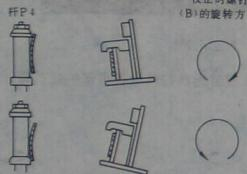
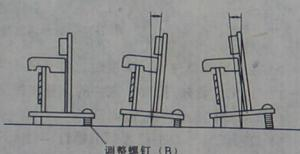
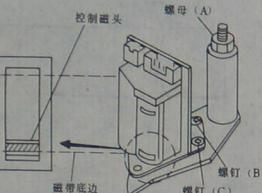

图 1-42 A/C 磁头倾斜度调整 (1)
图 1-43 A/C 磁头倾斜度调整 (2)
图 1-41 A/C 磁头高度检测和调整
1) 检测步骤 在磁带运行时，注意观察磁带底边是否准确地沿着控制磁头底边滑动，见图 1-41。
2) 调整步骤 参看图 1-41，来回稍微拧动螺母 (A)，使磁头达到合适的高度；顺时针方向拧动螺母时可降低磁头，逆时针方向拧动螺母时则可升高磁头。
2) 预调步骤 拆卸下顶盖，用磁带进行放象，确认磁带在导杆 P4 的上、下限之间运行。如果磁带的上边缘或下边缘有卷起或起褶，则应参看图 1-41、图 1-43，旋转调整螺钉 (B) 以校正 A/C 磁头的倾斜度，如图 1-42 和图 1-43 所示。
① 拆卸下顶盖和底板，将示波器连接到视频部分的测试点 TP3503。
② 用校准磁带 VFJ8125H3F 进行放象，参看图 1-43 调节螺钉 (B)，使输出信号的幅度达到最大值，如图 1-40 所示。